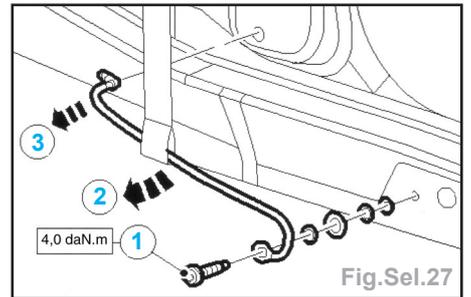

Fig.Sel.27
- déposer la vis de fixation (1), tourner la glissière (2) de 90° et extraire la glissière d'ancrage inférieur (3) (Fig.Sel.27),